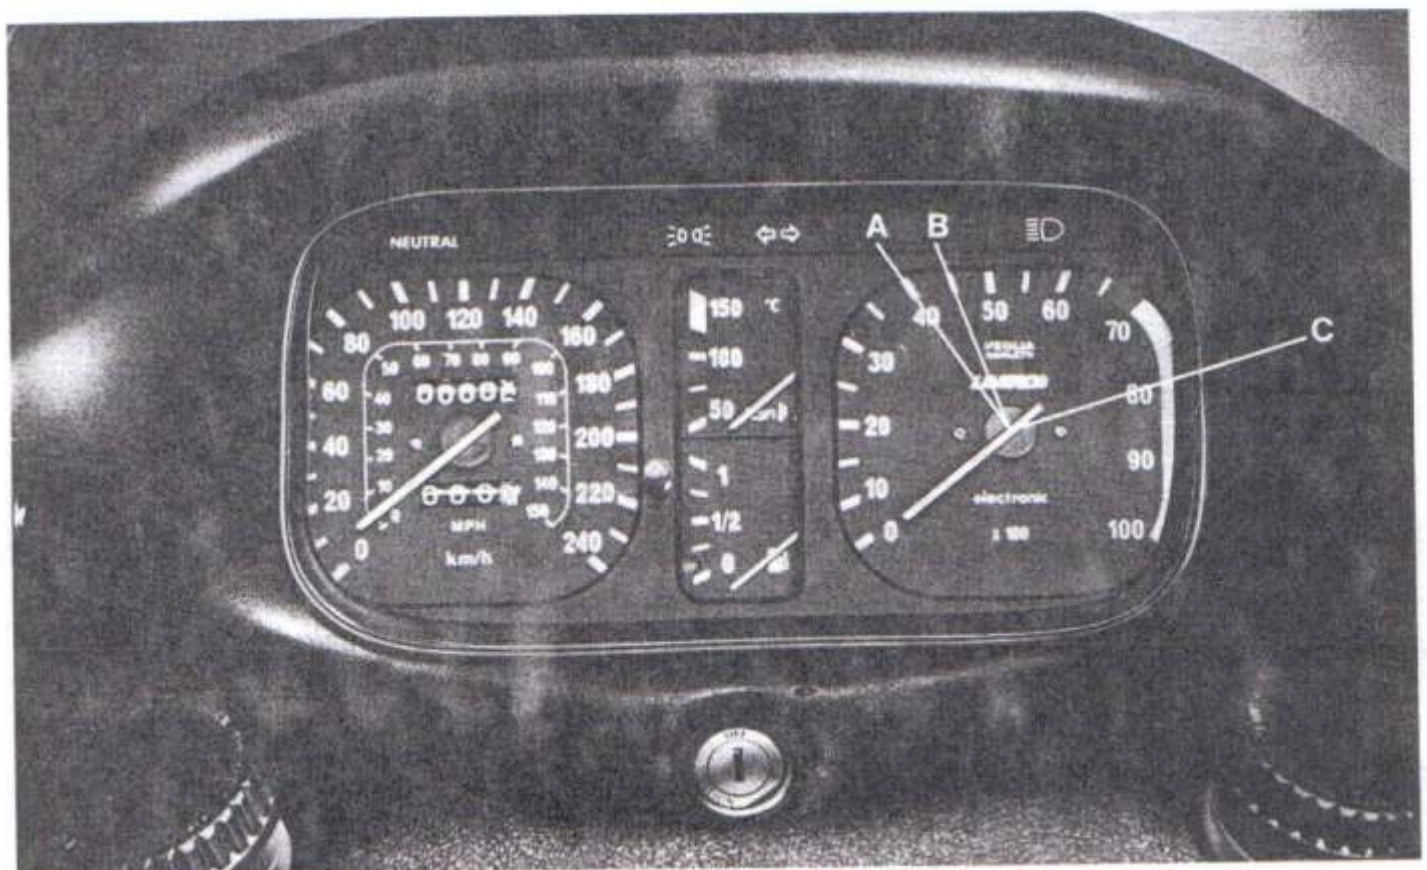

Fig. 9
Da 0 a 1000 km: non superare i 4000 giri/min' (A - Fig. 9)
Da 1000 a 2000 km: non superare i 4500 giri/min' (B - Fig. 9).
**AVVERTENZA:** non superare assolutamente gli 8000 giri/min' (C - Fig. 9).
Up to 600 miles: do not exceed 4000 rpm (A - Fig. 9).
600 to 1200 miles: do not exceed 4500 rpm (B - Fig. 9).
**WARNING:** Do not exceed 8000 rpm at any time (C - Fig. 9).